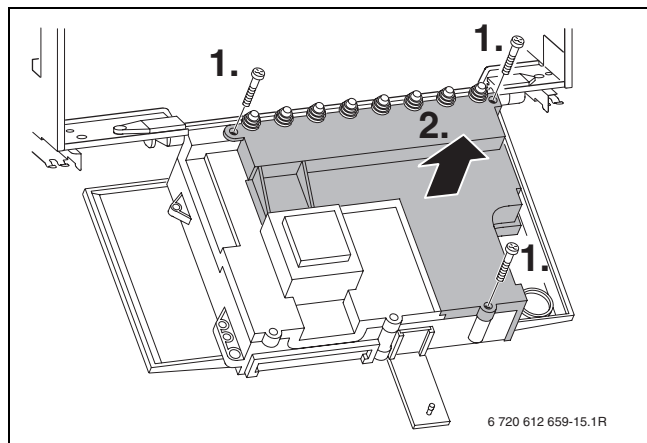

Fig. 18
I fusibili di ricambio si trovano nella parte posteriore della copertura del pannello comandi (→ fig. 18).
- Svitare le viti di fissaggio ed estrarre la copertura posteriore (→ fig. 18).